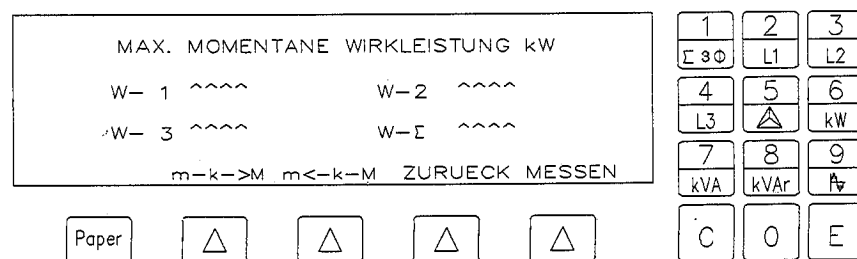

Abb. 3.32
- Danach (nach Druck auf [1] oder [2]) gibt das Display eine Seite wie in Abb. 3.32; jetzt kann gewählt werden zwischen Drehstromwirkleistung ( $W-\Sigma$ ) oder der Leistung einer der drei Phasen. Gleichzeitig wird der Alarmwert gesetzt, dessen Maßeinheit (kW) in der Ecke oben rechts neben dem Pfeil angezeigt ist.